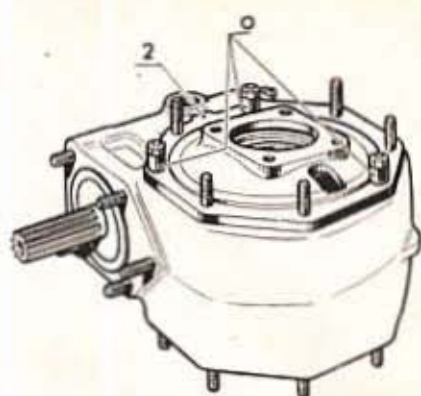

Fig. 110. — Le bossage d'orientation (2) doit être placé près du trou de vidange
- Coiffer le carter de son couvercle sur joint papier enduit d'hermétique, en prenant soin qu'une des lumières de passage d'huile soit orientée vers le bas côté trou de vidange (il existe d'ailleurs un bossage d'orientation (2) qui facilite ce repérage) (fig. 110).
- NOTA.** — Le réglage du pont est terminé, le remontage du tube de pont droit s'effectuera après avoir déposé les entretoises O (fig. 110).